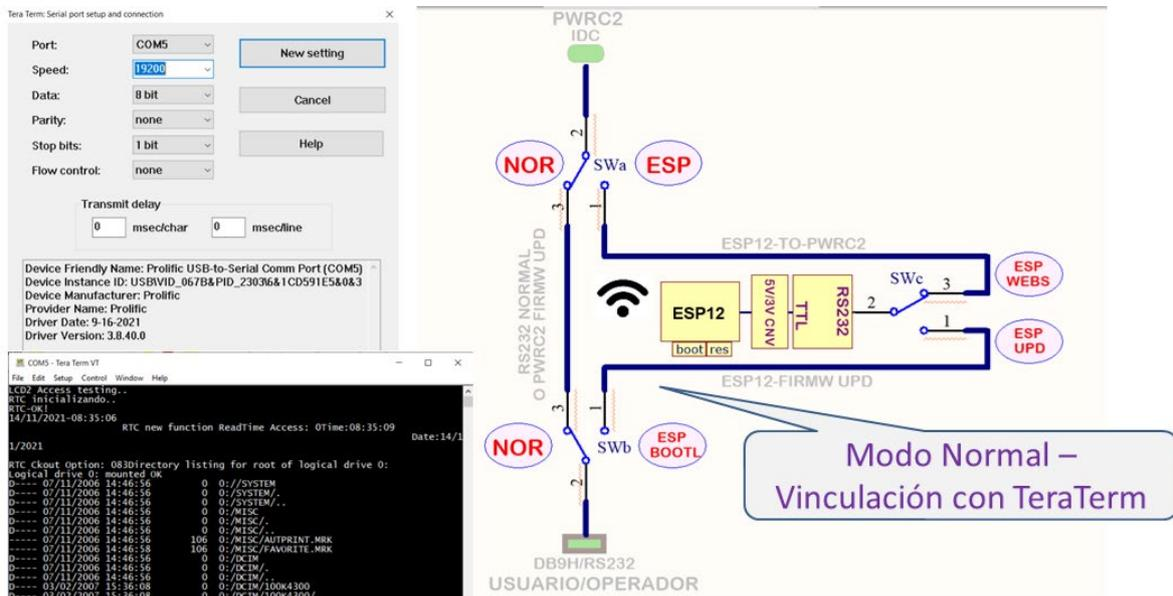

Figura 7 – Modo Normal - ESP/Conv1 – Cableado directo (bypass) a PWRC2 INTI
**3.4 Modo 1 Normal - Interruptores del ESP-Conv1 en los PWRC2:** El Modo 1 Normal permite al PWRC2 funcionar en la forma habitual, con la vinculación cableada vía RS232 a un terminal, ya sea directa vía el conector DB-9H frontal o indirecta utilizando los puertos virtuales Exemys en operación vía Ethernet (Figura 7). Como se observa, ambos switches SWa, SWb del lado izquierdo están en posición NOR, y el SWc puede estar en cualquier posición ya que no interviene. En esta modalidad es posible acceder al modo terminal del PWRC2 a 19200 baud. También desde la versión 10a el PWRC2 cuenta con un programa *bootloader*, descrito en **ANEXO I**, que permite la actualización del firmware interno del mismo vía puerto serie, en lugar de requerir el habitual conexionado del programador AVRISP2.